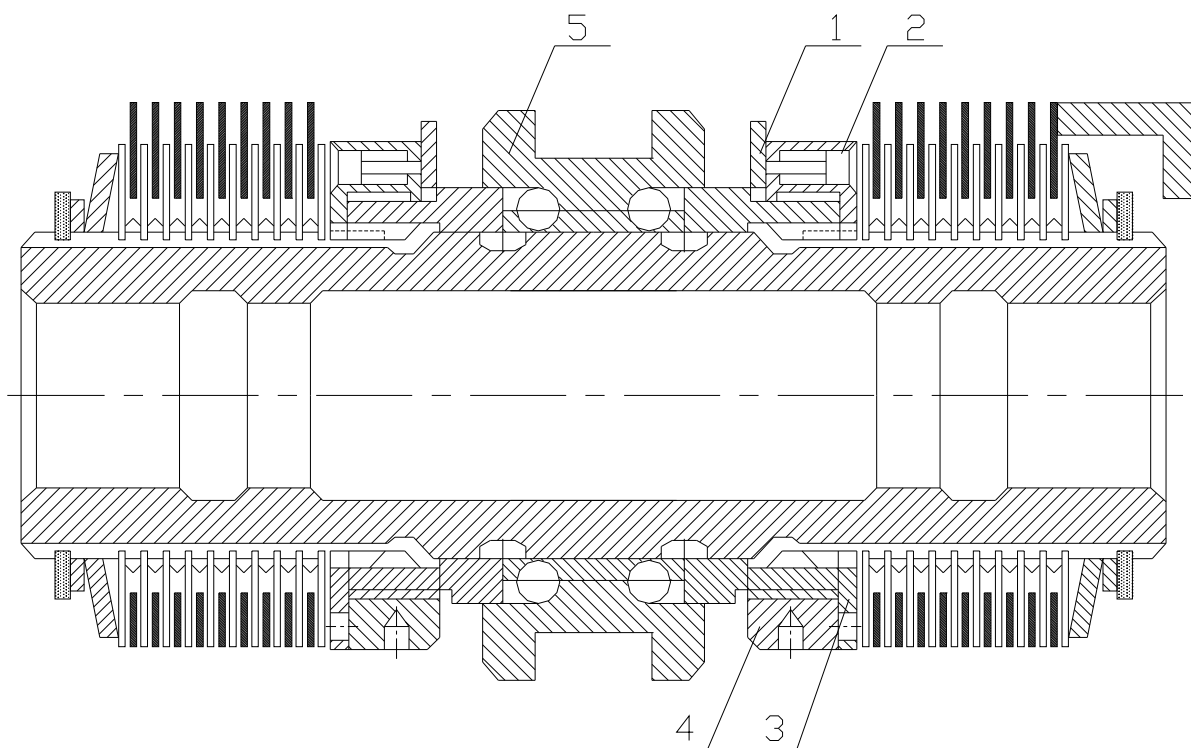

рис.24
8.4. РЕГУЛИРОВАНИЕ СОЕДИНИТЕЛЯ (Рис.24)
Соединитель для прямого и обратного хода типа “Сигма” монтируется фирмой-производителем. Двойной соединитель - рис.24, монтированный в коробке скоростей токарного станка, содержит два пакета дисков, расположенных по обеим сторонам включающего обода (кольца) 5, что позволяет производить включение через один или другой из двух пакетов.